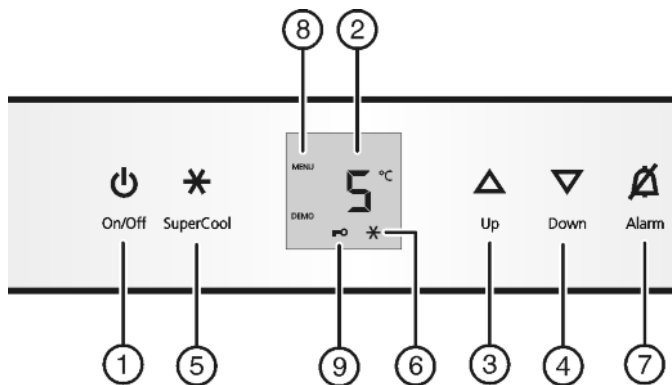

Fig. 2
- ▶ nacisnąć przycisk On/Off Fig. 2 (1).
- ▶ Aktywacja trybu regulacji: Nacisnąć i przytrzymać przycisk SuperCool Fig. 2 (5) przez ok. 5 s.
- ▶ W celu włączenia zabezpieczenia przed dziećmi krótko nacisnąć przycisk SuperCool Fig. 2 (5).
- ▶ W celu wyłączenia zabezpieczenia przed dziećmi krótko nacisnąć przycisk SuperCool Fig. 2 (5).
- ▷ Świeci symbol zabezpieczenia przed dziećmi Fig. 2 (9). Na wskaźniku miga **c**.
- ▷ Symbol zabezpieczenia przed dziećmi Fig. 2 (9) gaśnie. Na wskaźniku miga **c**.
- ▶ Dezaktywacja trybu regulacji: nacisnąć przycisk On/Off Fig. 2 (1).
- ▶ Nacisnąć przycisk Alarm Fig. 2 (7).
- ▶ Ustawianie wyższej temperatury: nacisnąć przycisk ustawiania Up Fig. 2 (3).
- ▶ Ustawianie niższej temperatury: nacisnąć przycisk ustawiania Down Fig. 2 (4).
- ▶ krótko nacisnąć przycisk SuperCool Fig. 2 (5).
- ▷ Na wskaźniku świeci symbol SuperCool Fig. 2 (6).
- ▷ Na wskaźniku gaśnie symbol SuperCool Fig. 2 (6).